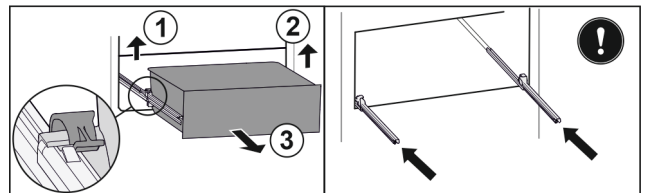

Fig. 93
- ▶ Linke Klemme anheben und gleichzeitig Schubfach links nach vorne ziehen. Fig. 93 (1)
- ▶ Rechte Klemme anheben und gleichzeitig Schubfach rechts nach vorne ziehen. Fig. 93 (2)
- ▶ Schubfach nach vorne entnehmen. Fig. 93 (3)